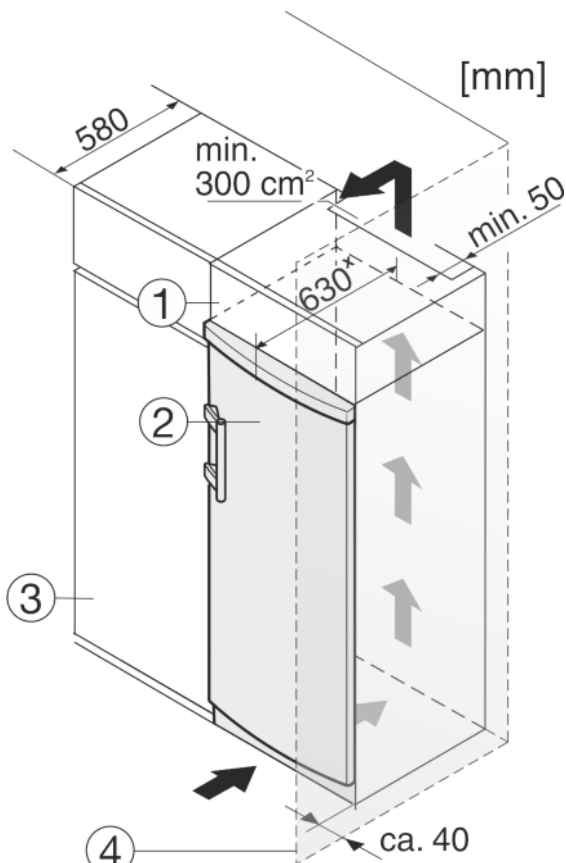

Fig. 9
Das Gerät kann mit Küchenschränken umbaut werden. Um das Gerät Fig. 9 (2) der Küchenzeilenhöhe anzugleichen, kann über dem Gerät ein Aufsatzschrank Fig. 9 (1) angebracht werden.
Beim Umbau mit Küchenschränken (Tiefe max. 580 mm) kann das Gerät direkt neben dem Küchenschrank Fig. 9 (3) aufgestellt werden. Das Gerät steht seitlich 34 mm2 und in der Gerätemitte 50 mm2 gegenüber der Küchenschrankfront vor.
Wenn das Gerät mit den Scharnieren neben einer Wand Fig. 9 (4) aufgestellt wird, muss der Abstand zwischen Gerät und Wand mindestens 40 mm betragen. Dies entspricht dem Griffüberstand bei geöffneter Tür.